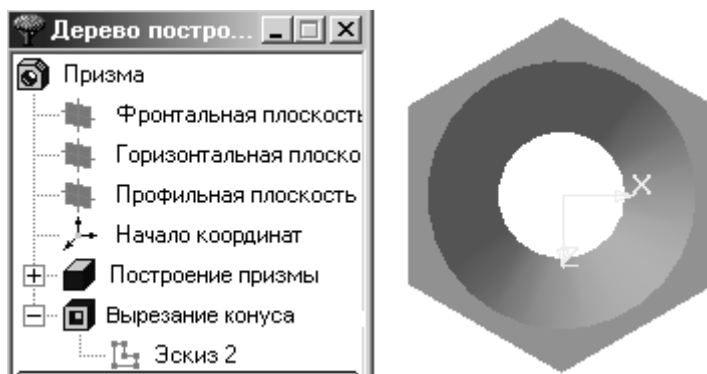

Рис. 20
1. Сориентировать модель верхней плоскостью **Нормально к...**, рис. 20.